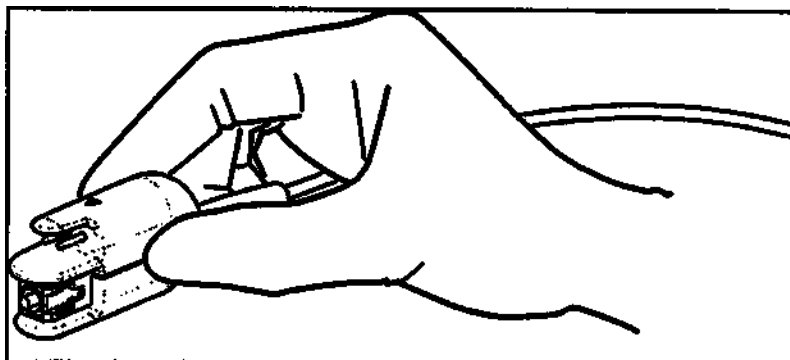

Рис. 2-5 Правильный способ захвата разъема баллона с датчиком
- Одной рукой возьмитесь за разъем баллона с датчиком, как показано на Рис. 2-5 на стр. 2-8. Обратите внимание, что красная стрелка на разъеме должна быть направлена вверх.